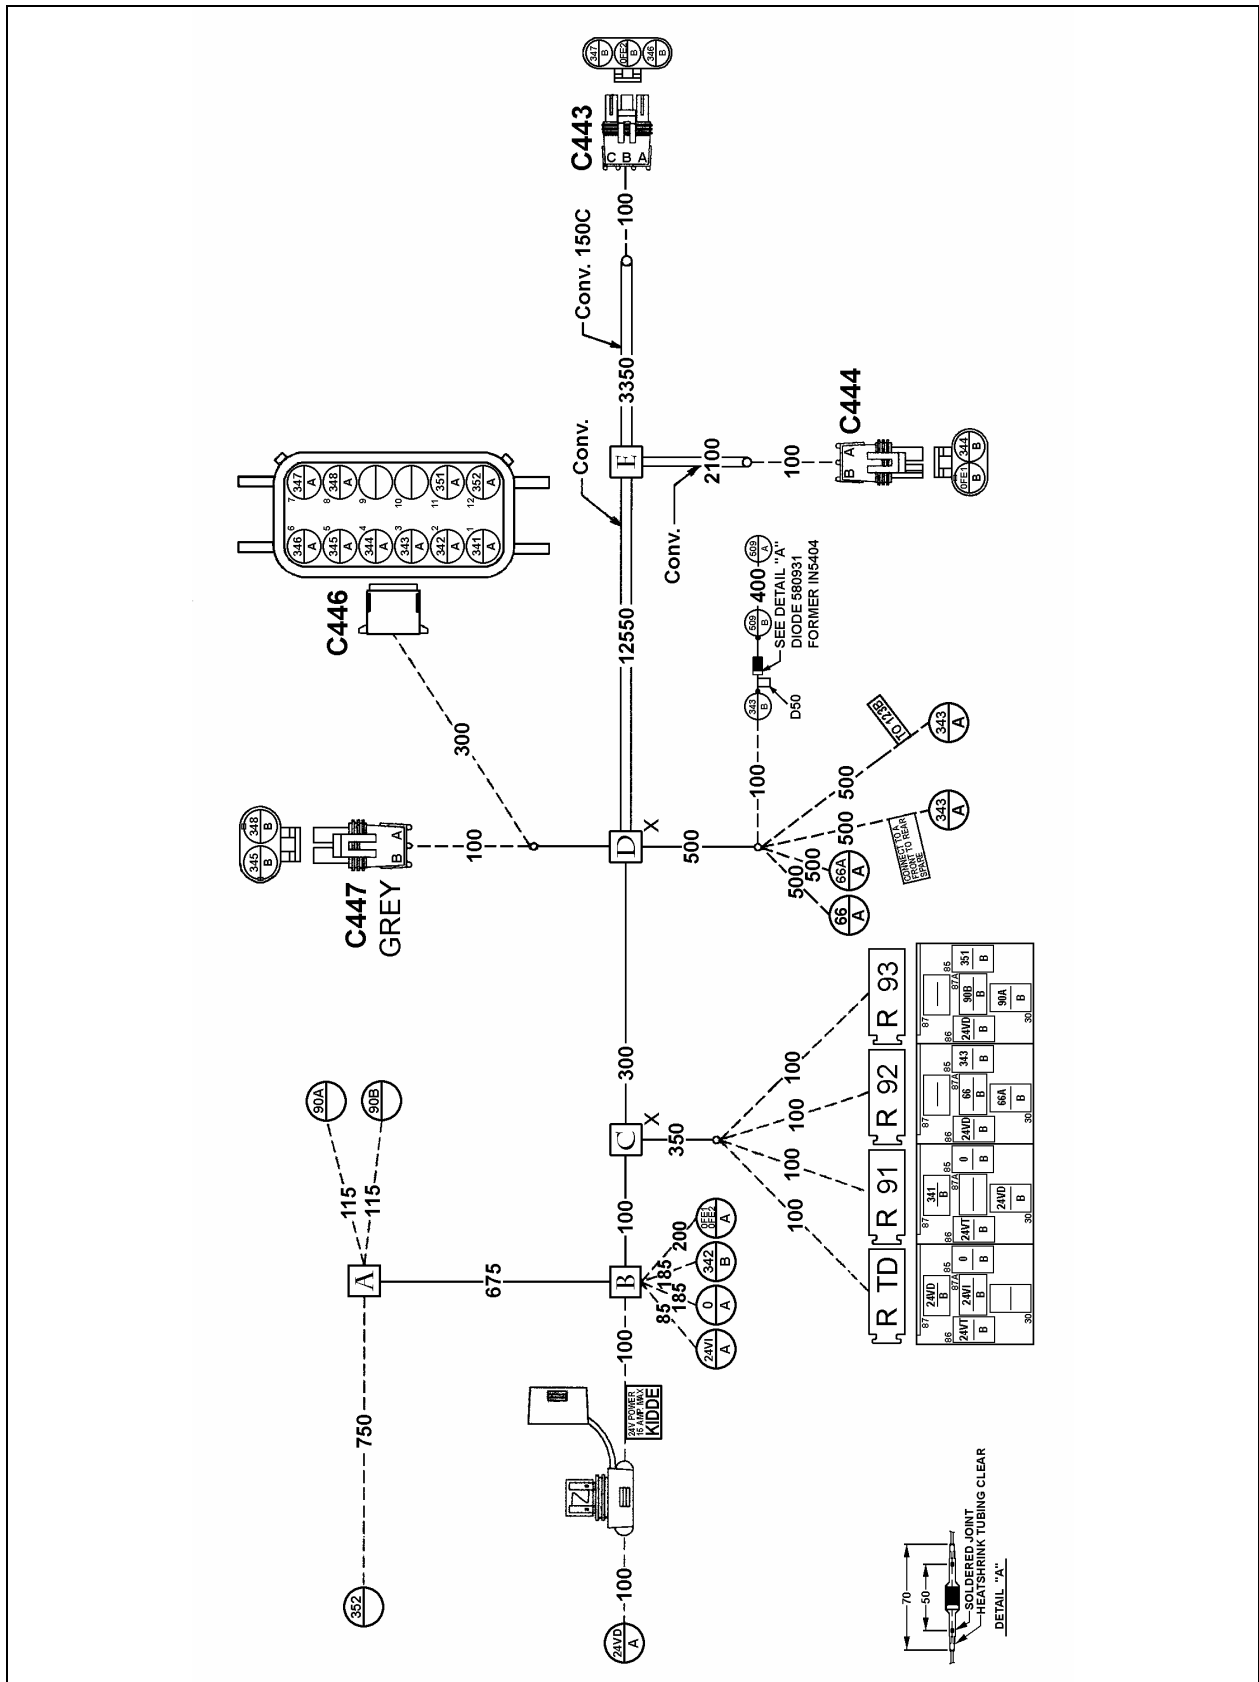

FIGURE 4 : CÂBLAGE 066397
3. Acheminer le câblage pour extinction des incendies dans le compartiment moteur (066397) entre le détecteur d'incendie optique (408111) et la boîte de jonction avant (Voir la figure 4 ainsi que les schémas 8 et 9).